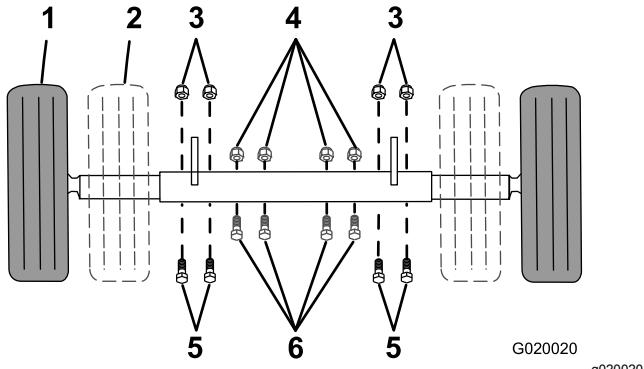

Figure 22
Si votre machine est équipée d'un essieu réglable (Figure 22), vous pouvez le régler à la position étroite pour permettre à la machine de passer par un point d'accès étroit, comme un portail ou l'entrée d'un bâtiment.
1. Branchez le connecteur électrique de la machine au connecteur électrique du véhicule tracteur (Figure 22).
1. Point de soutien (2)
7. Retirez les boulons et les écrous qui fixent l'essieu intérieur à l'essieu extérieur (Figure 22).
- Faites glisser chaque côté de l'essieu vers l'intérieur à la position étroite (Figure 22).
- Faites glisser chaque côté de l'essieu vers l'extérieur à la position large (remorquage) (Figure 22).
9. Fixez l'essieu avec les boulons et écrous retirés précédemment (Figure 22), et serrez-les à 87 N·m (64 pi-lb).